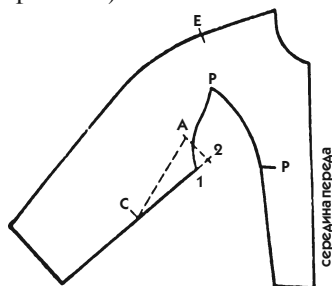

Рис. 715
6. На лекале измерьте расстояние между засечками 2 и 3 и перенесите его на рукав от засечки 2 (засечка 3 на рис. 715).
- От засечки 1 проведите изогнутую линию до засечки 3. Это будет нижняя часть проймы втачного рукава (рис. 715). Вы видите, как от засечки Е просматривается его форма.